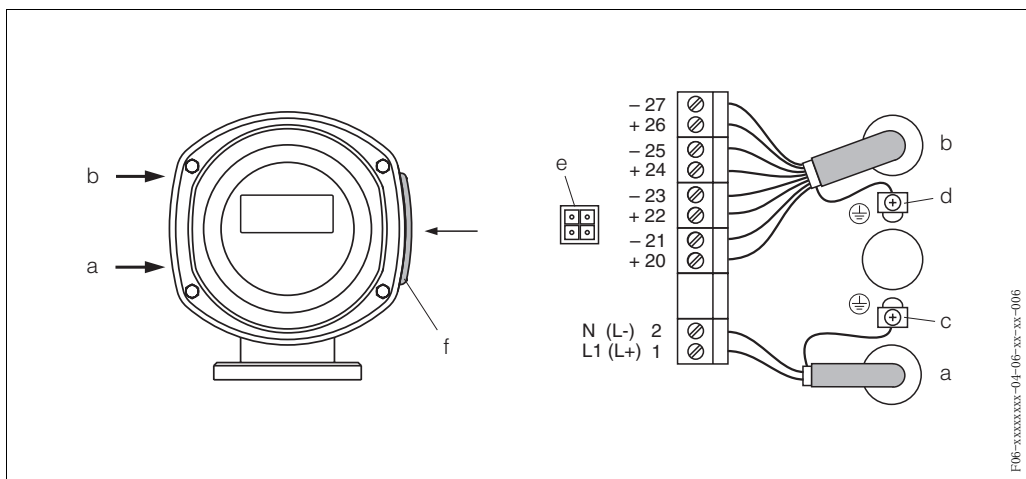

図 35 : 変換器（ステンレスフィールドハウジング）；ケーブル断面：最大 2.5 mm²
- 配線図 (ステンレスフィールドハウジング) → 図 35